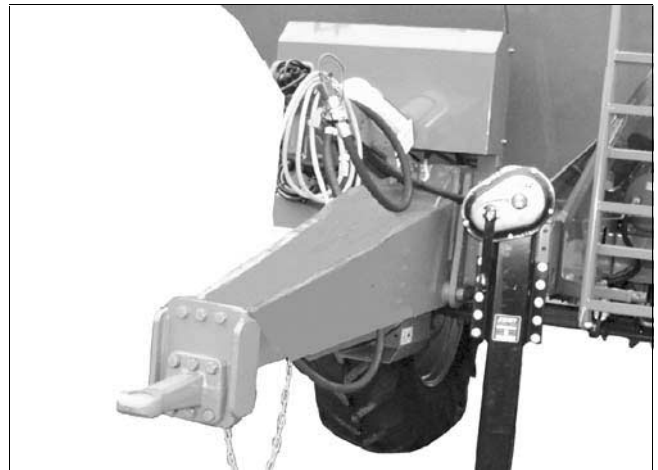

Fig. 8
- geraden Zugdeichsel (Fig. 8),